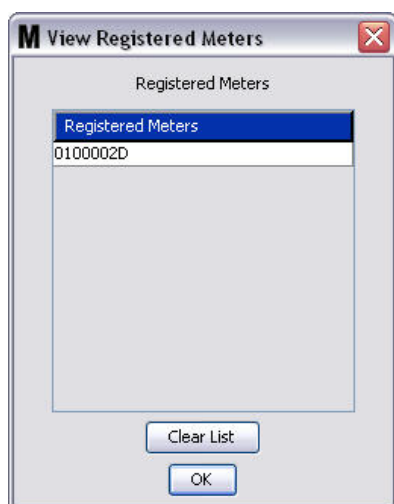

FIG. 121
- **Bouton "Link/Unlink" (Associer/Dissocier)** : lorsque tous les paramètres dans l'écran "Meter Profile" (Profil du compteur) sont remplis, cliquez sur le bouton "Link" (Associer) pour afficher l'écran "Meter Profile/ID Assignment" (Profil de compteur/Assignment de l'identification) illustré dans la FIG. 121. Dans la liste des compteurs enregistrés, sélectionnez un compteur à associer au profil de la liste. Cliquez sur "OK" pour fermer la fenêtre et enregistrer les modifications.